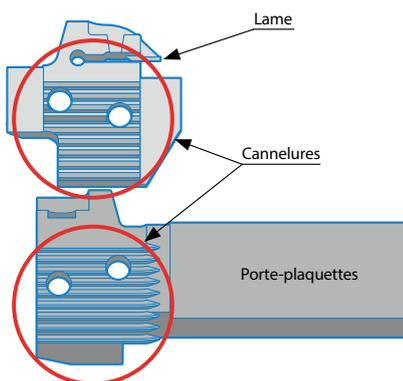

fig 1
1. Utiliser de l'air comprimé ou d'autres moyens pour éliminer les copeaux et la poussière de la partie cannelée (voir fig. 1).